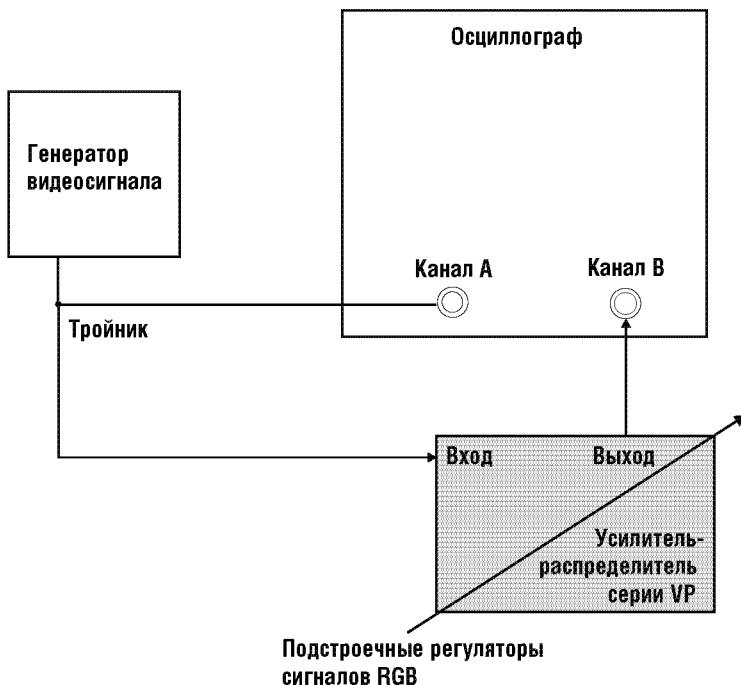

Рис. 6. Подстройка сигналов RGB
- 1) Подключите осциллограф к выходу усилителя и к генератору видеосигнала, как показано на рис. 6.